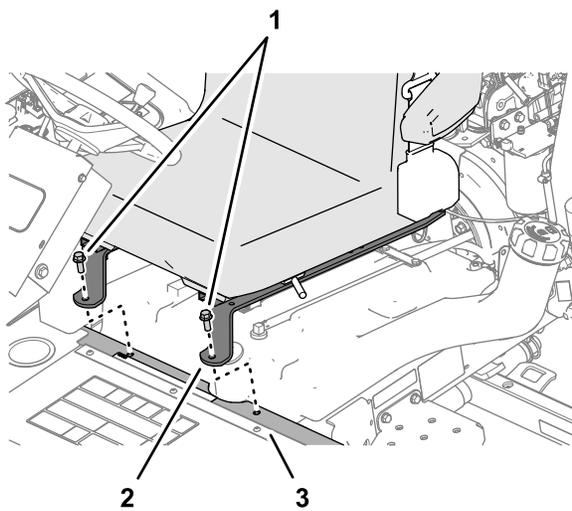

Figura 57
3. Incline o banco para baixo e alinhe os orifícios dianteiros nas correias do banco com os orifícios no canal de suporte (Figura 57).
4. Monte as correias do banco no canal de suporte (Figura 57) com os 2 parafusos de cabeça flangeada que retirou em Retirar o banco do operador \(página 4\).